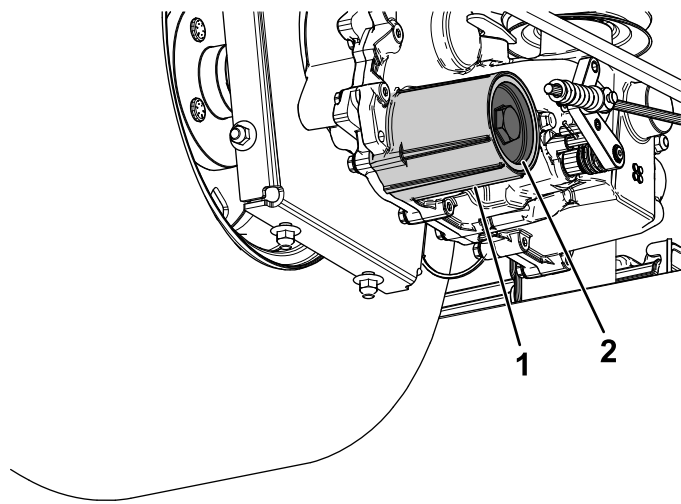

Bild 67
7. Entfernen Sie den Deckel des Hydraulikölfilters am Getriebe, um das Hydrauliköl abzulassen (Bild 67).